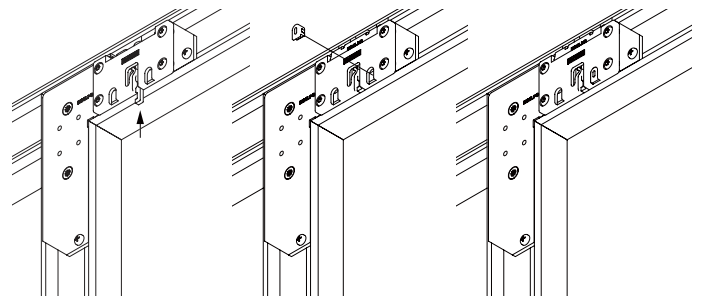

図 2-6-2
(2)ガイドレール(⑳または㉑)に、右のように組み込んでください。
[1]図 2-6-2の左側のように、ガイドローラー用ブラケット⑥からはみ出したガイドローラー⑤の突起を、上に押してレールにはめてください。
[2]その両側の長円半分穴に、ローラー固定部品⑦をはめてください(図 2-6-2の中央及び右側)。